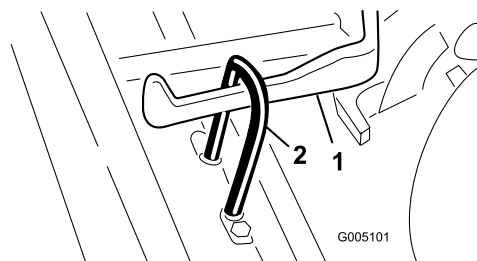

Figura 9
3. Faça deslizar a unidade de corte para debaixo da estrutura enquanto prende o granchio de elevação no braço de elevação (Figura 9).